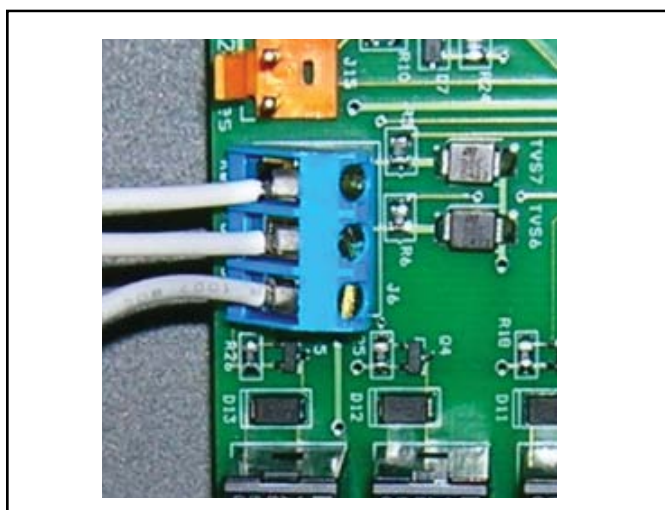

Figure 12a. Connexion à un sélecteur Pool-Off-Spa (Piscine-Arrêt-Spa) à distance (Connexion à 3-fils)
4. Connecter le câblage du système de commande de la piscine et du spa à la borne de la commande à distance de la thermopompe (voir Figure 12a).